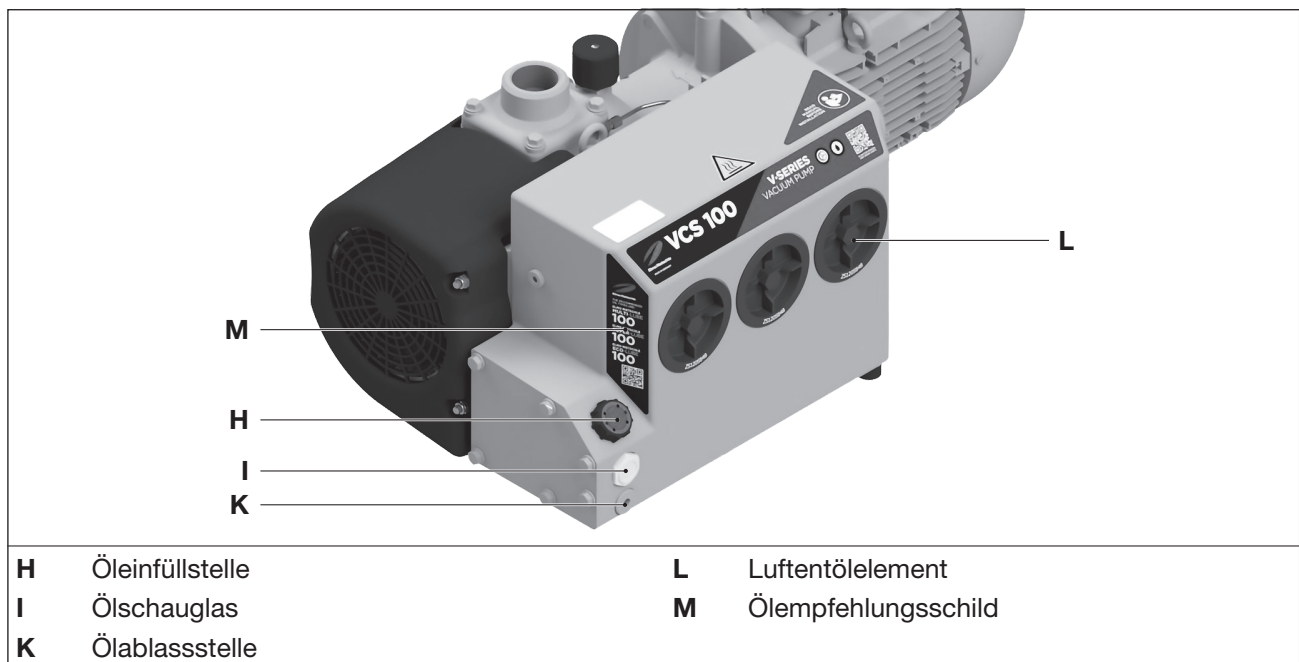

Abb. 7 Ölwechsel und Entölung
Als Betriebsmittel empfehlen wir die Verwendung folgender Elmo Rietschle Öle, siehe Ölempfehlungsschild (Abb. 7/M) sowie Tab. 3 auf Seite 32:
- b) Verschluss der Öleinfüllstelle (Abb. 7/H) öffnen und Öl bis zur Oberkante des Schauglases (Abb. 7/I) auffüllen.
- b) Verschluss der Öleinfüllstelle (Abb. 7/H) öffnen, Ölablassstelle (Abb. 7/K) öffnen und Altöl vollständig ablassen.
- c) Ölablassstelle (Abb. 7/K) verschließen und neues Öl an der Öleinfüllstelle (Abb. 7/H) einfüllen.
- d) Ölstand am Schauglas (Abb. 7/I) kontrollieren.
- Luftentölelemente (Abb. 7/L) mit einem Ringschlüssel (Schlüsselweite 19 mm) gegen den Uhrzeigersinn herausschrauben.